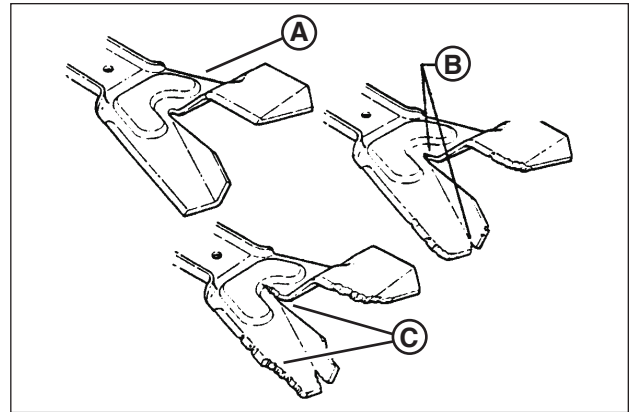

Figure 19: Limites d'usure de lame Ninja
1. Inspectez régulièrement la lame (**Figure 19**) pour déceler d'éventuels signes d'usure excessive ou des dommages :
- (A) Nouvelle lame
- (B) Limite d'usure (des encoches et des fissures apparaissent sur la pointe)
- (C) Conditions dangereuses! Ne pas utiliser sur la tondeuse! Remplacez par une lame neuve.